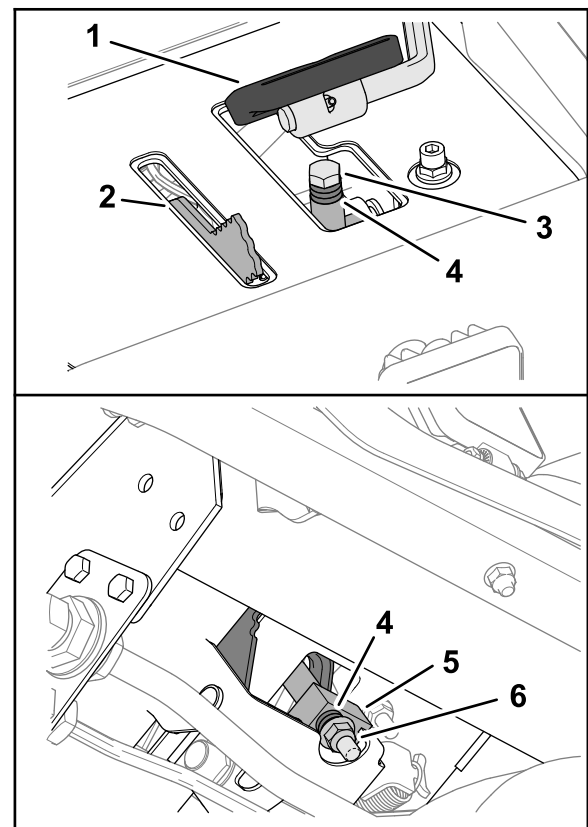

Bild 148
3. Entfernen Sie die Anschlagschraube und die Sicherungsbundmutter unterhalb des Fahrpedals, mit denen die Distanzstücke am Mähanschlagsblock befestigt sind (Bild 148).